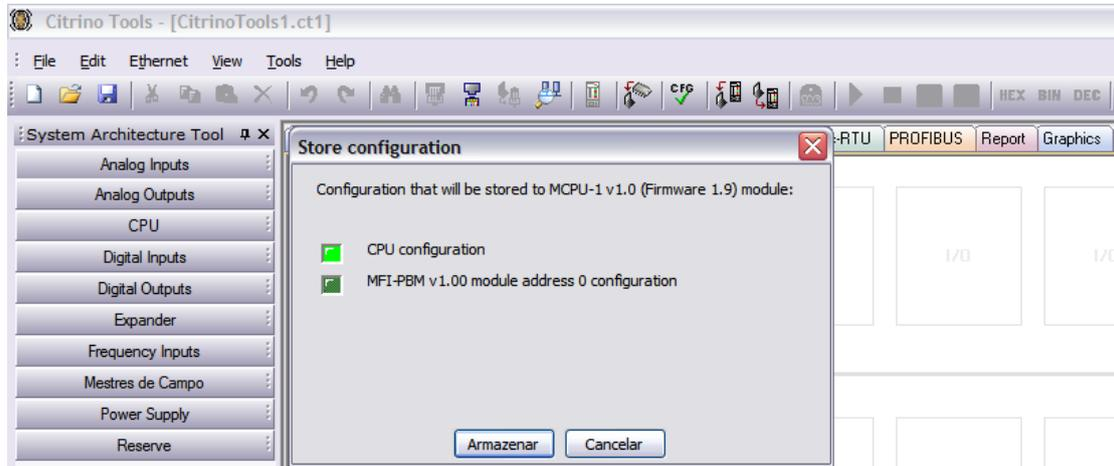

Figura 3.6.1 – Descarregando no MFI-PBM via MCPU-1
- 1) Continuando do item anterior, clique em Ferramentas->Armazenar->Armazenar Somente Configurações (*Tools->Store->Store Only Configuration*) para descarregar a configuração. Aparecerá um diálogo igual ao da Figura 3.6.1. Observe que o botão Configuração do Módulo MFI-PBM v1.0 (Firmware 1.0)